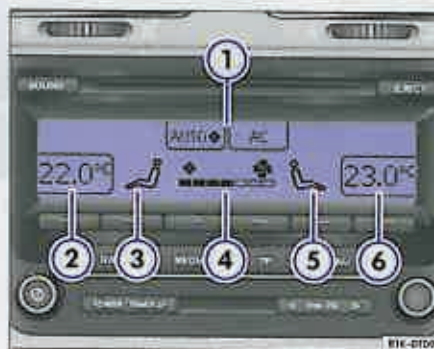

Fig. 109 Display-ul monocrom: Informații Climatronic.
În partea de sus a afișajului ⇒ fig. 108 ① sau ⇒ fig. 109 ① sunt afișate prin simboluri următoarele stări de funcționare:
În plus se afișează următoarele informații ⇒ fig. 108 sau ⇒ fig. 109: